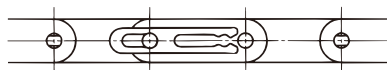

図13.クリップをピンの溝に挿入する
- 1) クリップは、RF2060・RS60以下のチェーンの継手リンクに使用しています。連結のときには、ピンに継手プレートを挿入後、クリップを継手リンクのピンの溝に確実に挿入してください（図13、14）。